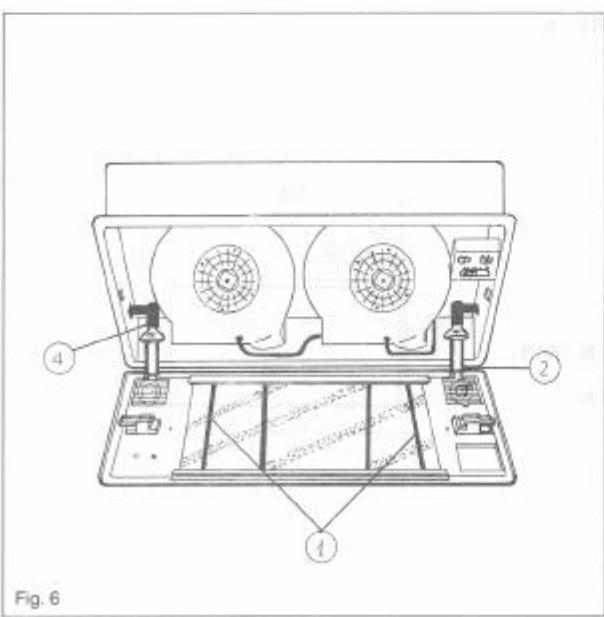
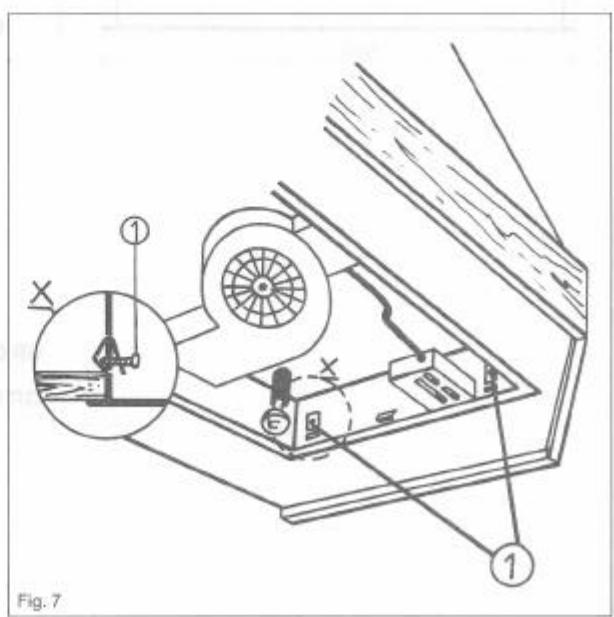

Fig. 6
Fig. 7
- Pousser l'appareil dans le lieu d'encastrement approprié jusqu'à entendre le déclic. Ensuite serrer les 4 vis de fixation des ressorts (Fig. 7/1) et monter les deux lampes (Fig. 6/4) remettre la grille.
- Avec la grille suspendue, décrocher le fer arrête-filtre (Fig. 6/1) et enlever le filtre anti-graisse.
- Pour un meilleur nettoyage de la grille, cette dernière peut être décrochée de la hotte en levant le fer suspension grille (Fig. 6/2).
6. Das Gerät in die Einbauöffnung drücken bis man das Einrasten hört. Dann die vier Schrauben in die Klammern eindrehen (Abb. 7/1) und die zwei Glühbirnen befestigen (Abb. 6/4). Das Filtergitter wieder anbringen.
2. Bei ausgehängtem Gitter die Filterbefestigung (Abb. 6/1) abnehmen und den Fettfilter herausnehmen.
3. Zwecks besserer Reinigung des Gitters kann dieses vollkommen von der Haube abgenommen werden, indem man es aus der Aufhängung löst (Abb. 6/2).